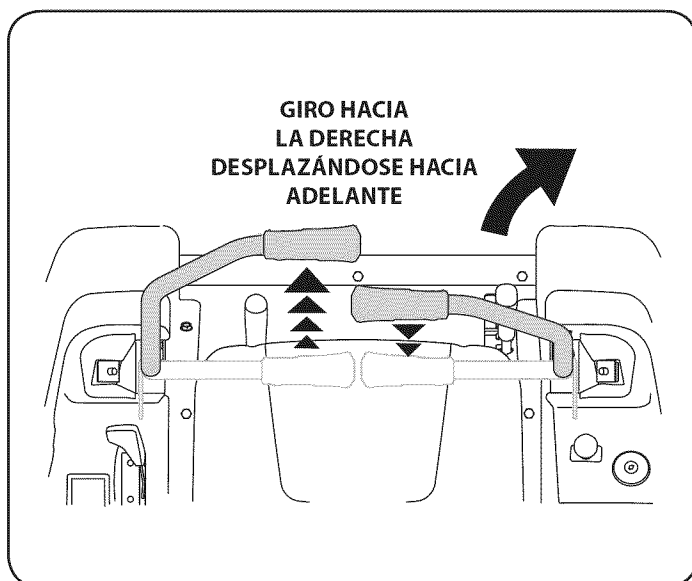

Figura 16
2. Para girar a la derecha, mueva la palanca de control del lado derecho hacia atrás respecto de la palanca izquierda. Vea la Figura 16.